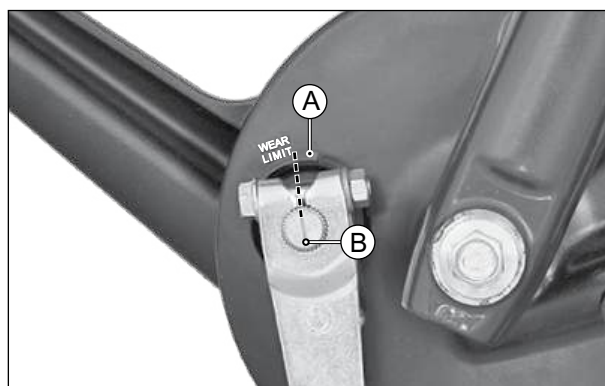

Fig. 2.39
- O indicador de desgaste das sapatas do freio (A) é fornecido no espelho do conjunto do freio dianteiro. (Fig. 2.39)
- Ao operar o freio, verifique se a marca de referência (B) do came da alavanca do freio dianteiro está dentro da faixa do indicador de limite de desgaste (A) no espelho do conjunto do freio dianteiro. (Fig. 2.39)